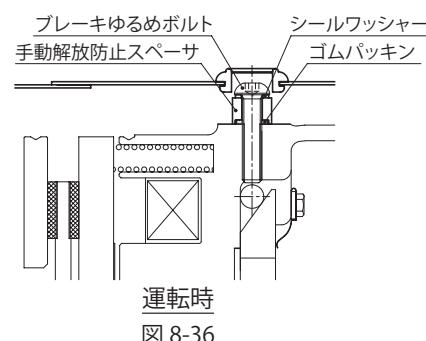

図 8-36
- (2) ブレーキを解放した後、再び元の状態に復帰させる場合は、安全のため(1)で取り外した手動解放防止用スペーサとゴムパッキン③を元どおりに取り付け、ブレーキゆるめボルト②をしっかりと締めてください。(図 8-36 参照)
- 次にグロメット⑧(屋内形の場合)を元の状態に取り付けてください。屋外形の場合は、屋外カバー⑬窓部の蓋を元どおりに取り付けてください。
- ・元の状態に復帰させる時は、ブレーキゆるめボルト②部のゴムパッキング③とシールワッシャ⑤を取り付けを忘れると、防塵効果または防水効果が失われますのでご注意ください。
- また、ブレーキゆるめボルト②の締め付けが不十分な場合にも防水効果が失われる可能性があるため、しっかりと締め付けるようにしてください。
- さらに、グロメット⑧(屋内形の場合)や屋外カバー⑬窓部の蓋(屋外形の場合)も必ず元どおりに取り付けてください。